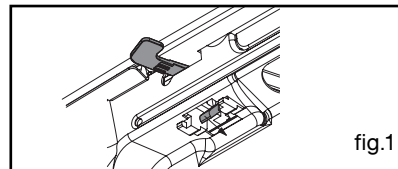

fig.1
- Tryk på anordningen på panelet til systemet nulstilles, og luk lågen (fig.1).
- For at give bedst stabilitet skal ovnen fastgøres i møblet med de to skruer i de relevante huller i begge sider (Fig.1).